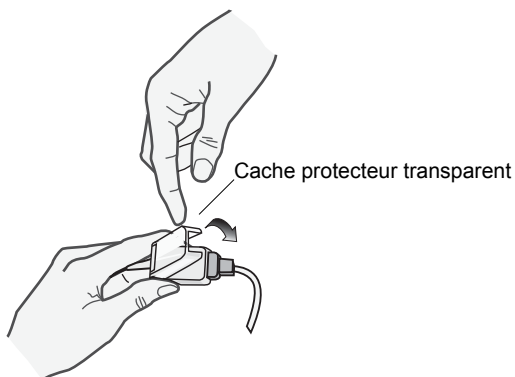

Figure 10-2 Abaissement du cache protecteur en plastique transparent sur la connexion du câble
5. Abaisser le cache protecteur en plastique transparent sur la connexion pour la sécuriser (voir Figure 10-2).